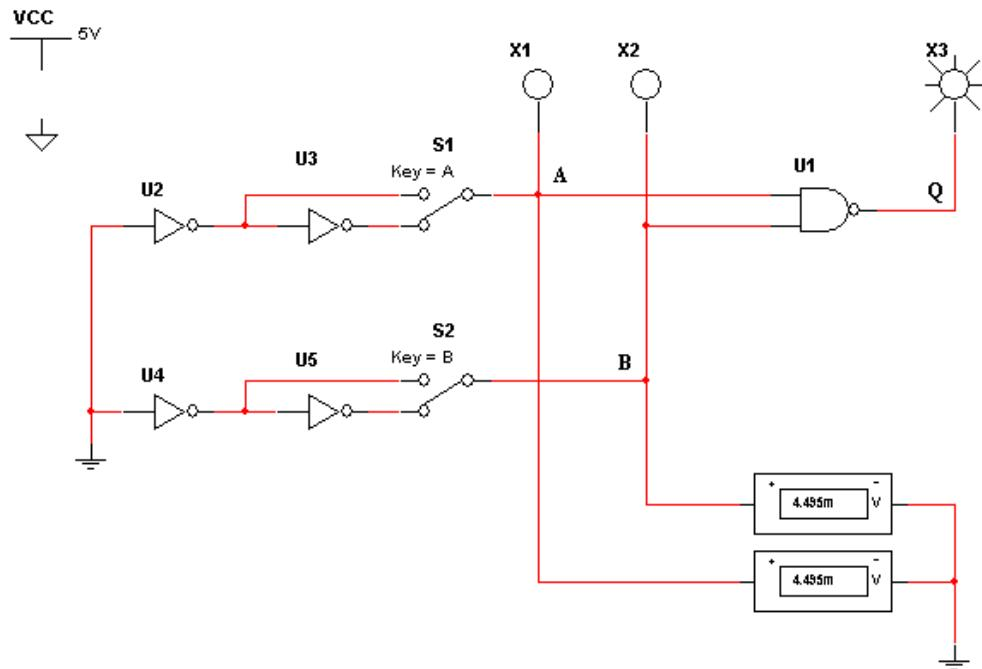

Рис. 1. Схема исследования функции «2И-НЕ»
- Нарисовать схему функции «2И-НЕ» (рис. 1).